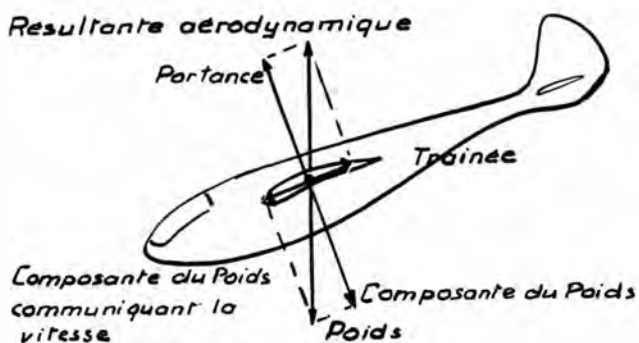

Fig. 110. — Forces en jeu dans un planeur en vol plané.
a) **Forces en jeu** (fig. 110).